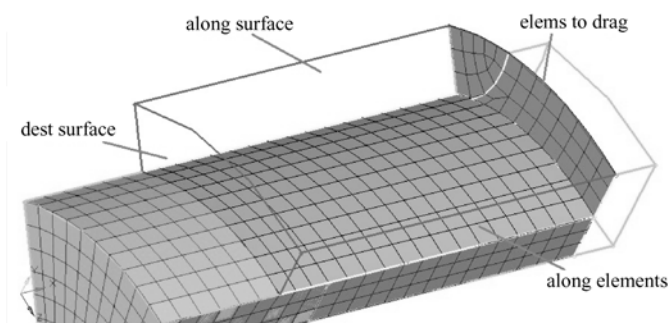

图 5-86 拉伸 3D 网格
- (1) 进入 3D>solid map 面板。
- (2) 选择 general 子面板。
- (3) 将 source geom: 切换为 (none)。
- (4) 激活 elem to drag: 单元选择器，选择 STEP 9 生成的 2D 网格。
- (5) 激活 dest geom.: 曲面对象选择器，选择如图 5-86 所示曲面。
- (6) 将 along geom.: 切换为 mixed。
- (7) 激活 surfs 选择器选择上表面。
- (8) 激活 elem 选择器，选择如图 5-86 所示单元。
- (9) 将 along parameters: 切换为 elem size 模式，输入 0.5。
- (10) 单击 mesh 按钮。
- (11) 单击 return 按钮。